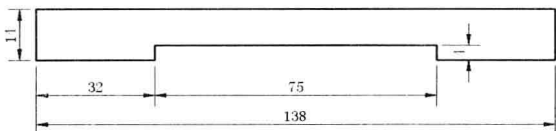

图 11-1-1
(1) 在“绘图”面板中单击“直线”按钮，绘制图形如图 11-1-1 所示。